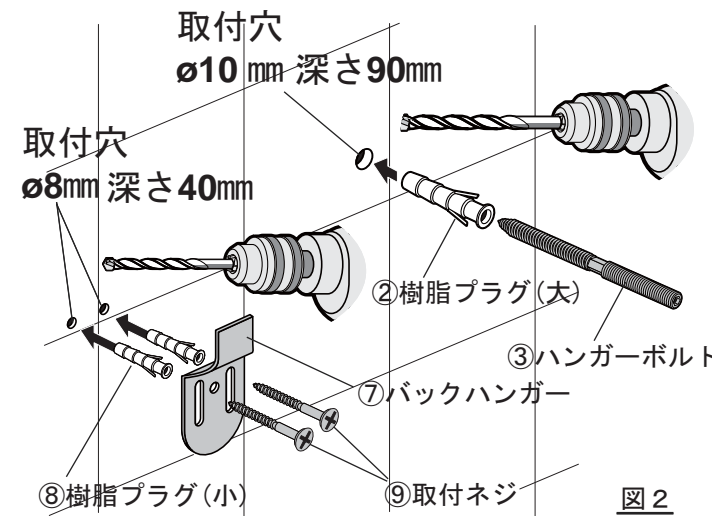

図2
- 2) それぞれの位置に指定の取付穴を開けます(図2)
取付穴に②樹脂プラグ(大)・⑧樹脂プラグ(小)を差し込みます。(図2)
- 6) ⑦バックハンガーを⑨取付ネジにて取付けます。(図2)